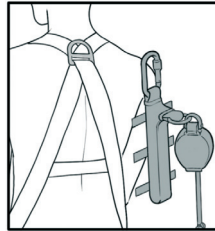

fig.1
1. Positionnez le DSL2 de manière que les fermetures Velcro soient en contact avec les sangles du harnais, en laissant le système absorbeur d'énergie au maximum vers l'extérieur (fig.1).